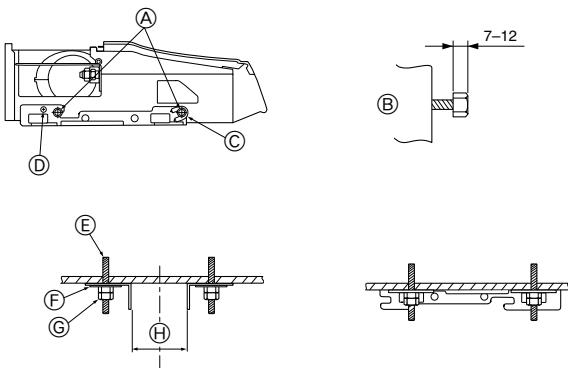

Fig. 3-7
2) Installera först hållaren i taket (Fig. 3-7)